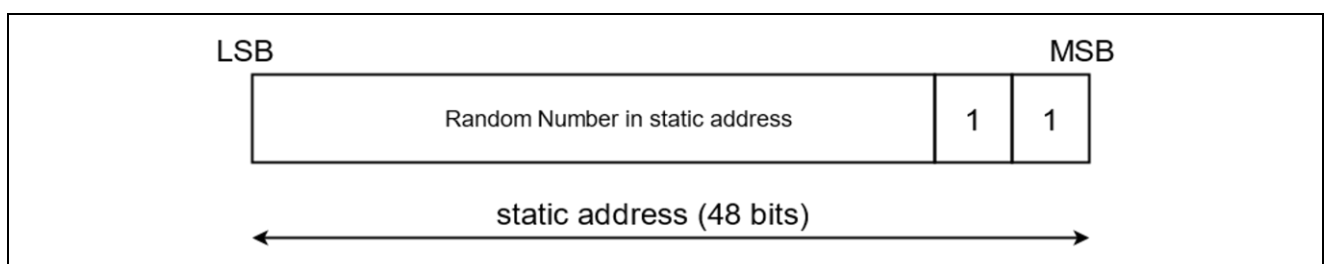

図 5.17 スタティックアドレスのフォーマット
(1)–(3)の BD アドレスの設定では BD アドレスのフォーマットチェックを行わないため、スタティックアドレスを設定する場合は、図 5.17 のフォーマットに合う値を設定してください。